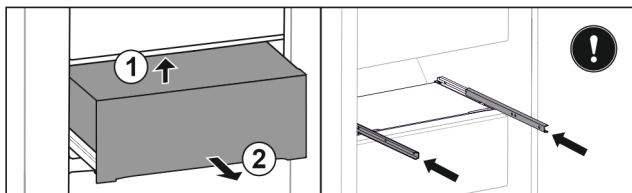

Fig. 135
- ▶ Nadzvedněte zásuvku zezdola vzadu. Fig. 135 (1)
- ▶ Vyjměte zásuvku dopředu. Fig. 135 (2)